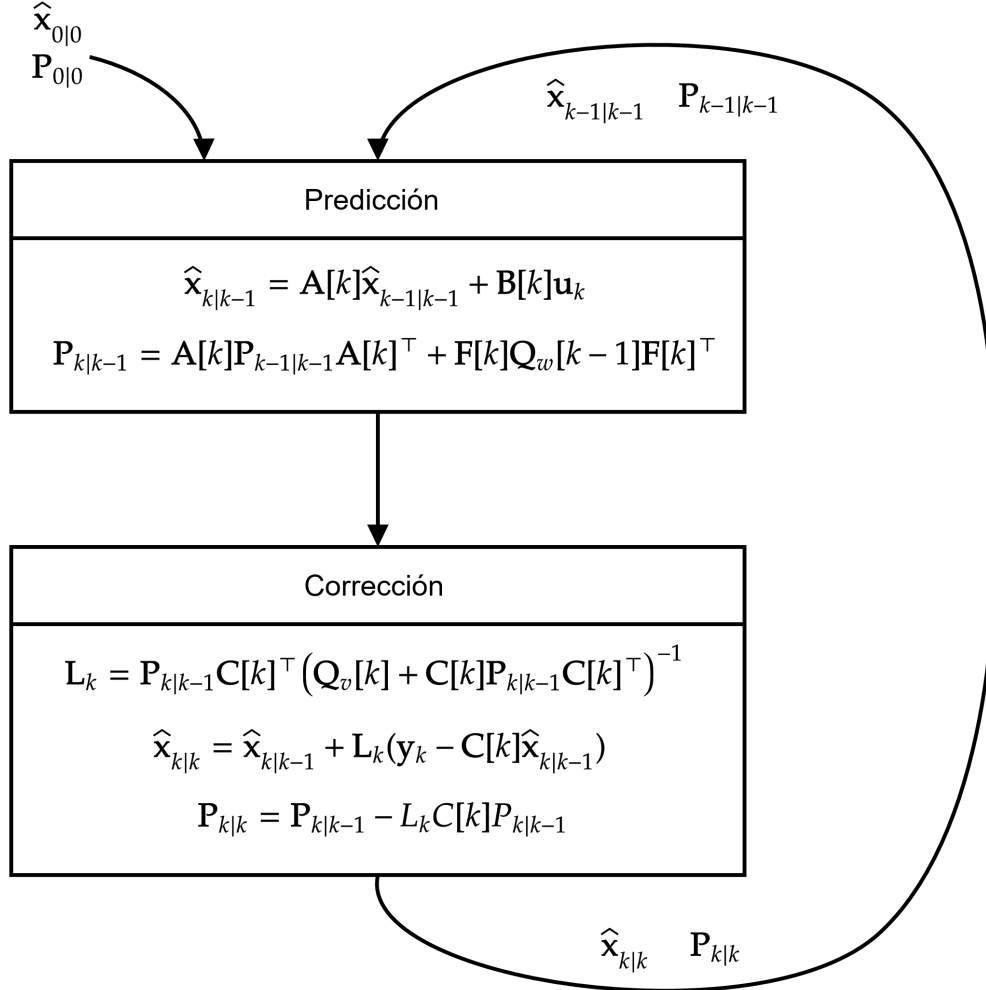

Figura 1: Algoritmo predicción-corrección para el filtro de Kalman discreto.
Bajo esta nomenclatura entonces, se describe el algoritmo del filtro de Kalman separado en predicción y corrección en el diagrama de la Figura 1.
En la práctica de esta semana usted empleará MATLAB para implementar el algoritmo del filtro de Kalman descrito en la Figura 1 para realizar fusión de sensores en un caso en donde el modelo del proceso que genera las mediciones es LTI. Para lograr esto, realice lo siguiente:
5. Implemente el filtro de Kalman discreto, según las expresiones descritas en la Figura 1, dentro del ciclo en el script base empleando la data proporcionada en el archivo `.mat`. Tome nota que de la data contenida en este archivo, sólo debe emplear el array  $Y$  que contiene las mediciones de los sensores capturadas durante la corrida del proceso, es decir, puede obtener el  $y_k$  que requiere el filtro mediante  $y_k = Y(:, k)$ . Las variables  $t$  y  $x$  sólo se emplean en la generación de gráficas.